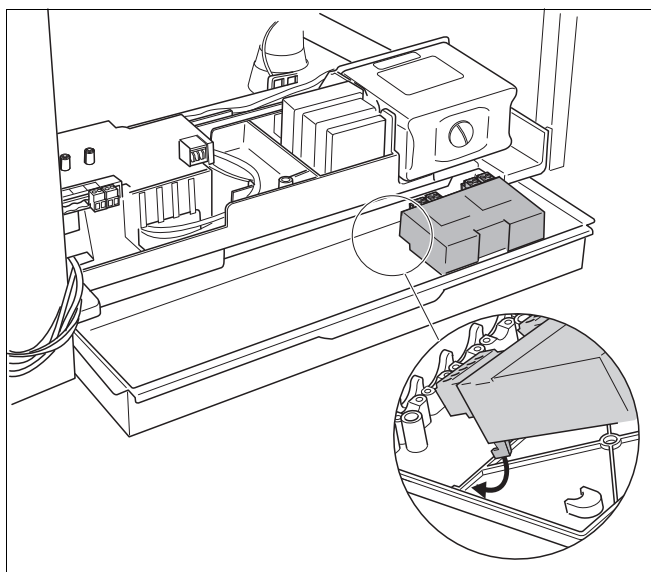

Fig. 41 Fissaggio del modulo di funzione nel supporto a muro
- Fissare il/i modulo/i di funzione nel supporto a muro (fig. 41).